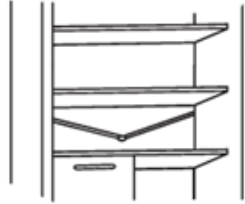

Fig.19
• Тримайте зливну трубку (рис. 19) у холодильному відділенні чистою, щоб вона не заповнювалася водою.